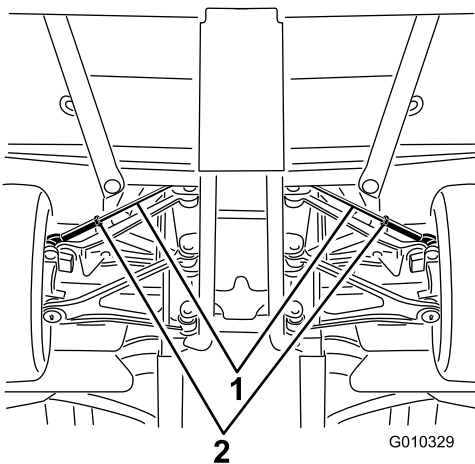

Figure 59
- A. Desserrez l'écrou de blocage au centre de la biellette (Figure 59)